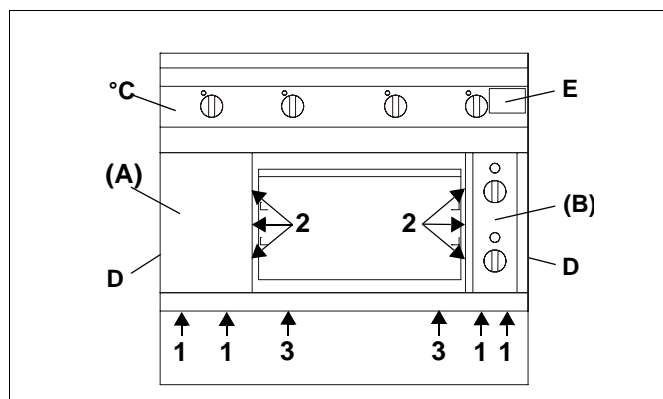

Fig.5 Vista general
La placa de características (E) se encuentra en la parte interior y exterior, en la parte derecha del panel de mando (C/Fig.5).
- ⇒ Afloje los tornillos (1 / Fig.5, Fig.6). Si el aparato incorpora un horno, afloje también los tornillos (2 / Fig.5) de la parte interior del horno.
2.2 PANEL DE MANDO (C)
- ⇒ Afloje los tornillos (2 / Fig.5).